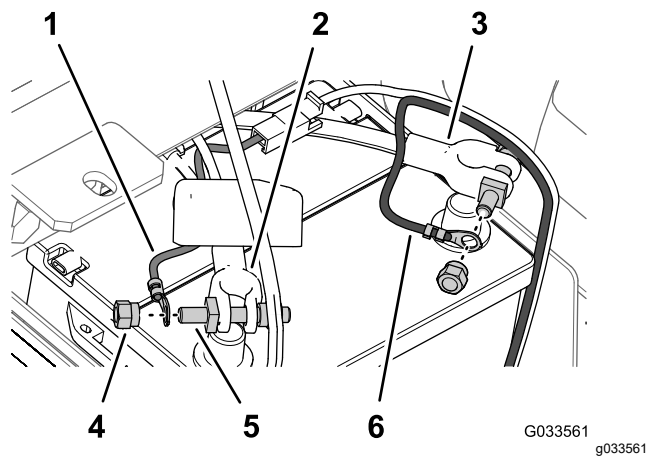

Figura 31
6. Sujete el terminal de anillo del eslabón fusible (arnés de cables del fumigador) al perno de terminal que ensambló en el cable positivo de la batería con una tuerca de abrazadera (Figura 31).
7. Sujete el terminal de anillo del cable negativo (negro—arnés de cables del fumigador) al perno de terminal que ensambló en el cable negativo de la batería con una tuerca de abrazadera (Figura 31).